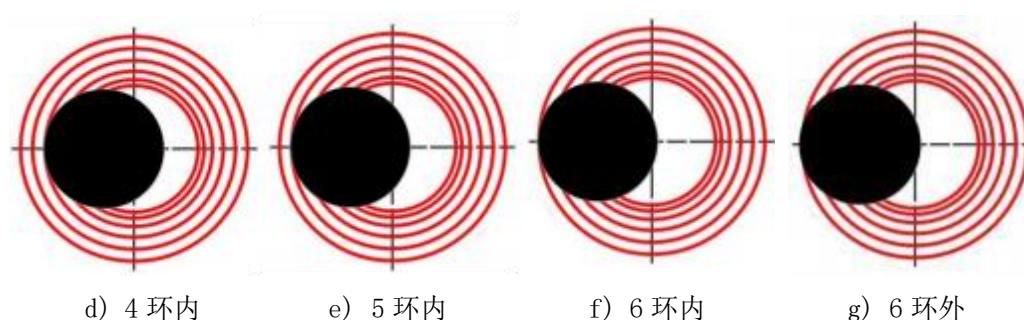

图 1 物料在粗加工区和暂存区放置准确度示意图
- (1) 搬运机器人正确读取二维码并在显示装置上显示顺序码，得4分。
- (2) 搬运机器人显示装置将读取正确的顺序码显示到本轮比赛结束，得2分。
- (3) 根据正确读取的二维码所确定的搬运顺序，搬运机器人每正确抓取一个物料并放到搬运机器人上，得2分。
- (4) 搬运机器人在粗加工区和暂存区（平面放置）的物料放置必须按照顺序码的顺序垂直放置在对应的色环上，然后根据物料放置的准确度计算得分。物料底面与色环线位置如图 1 所示（环号从内向外为 1-6），得分细则如表 3 所示，该评判标准为非线性评分。在放置过程中，只要物料底面与地面接触即为放置完毕，并按照此位置确定环数，如果将物料在场地推行移动，结束比赛。